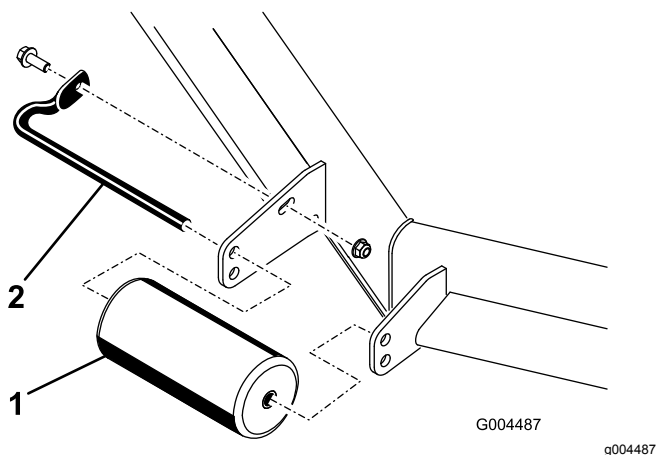

Figura 11
- A. Retire el tornillo y la tuerca que fijan el eje del rodillo al soporte de la carcasa (Figura 11).